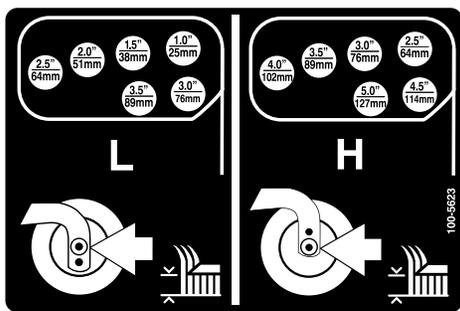

Figura 25
5. Gire la varilla tensora para elevar o bajar el brazo de pivote hasta que los taladros estén alineados con los taladros seleccionados del soporte de ajuste de la altura de corte en el bastidor de la unidad de corte (Figura 24 y Figura 25).